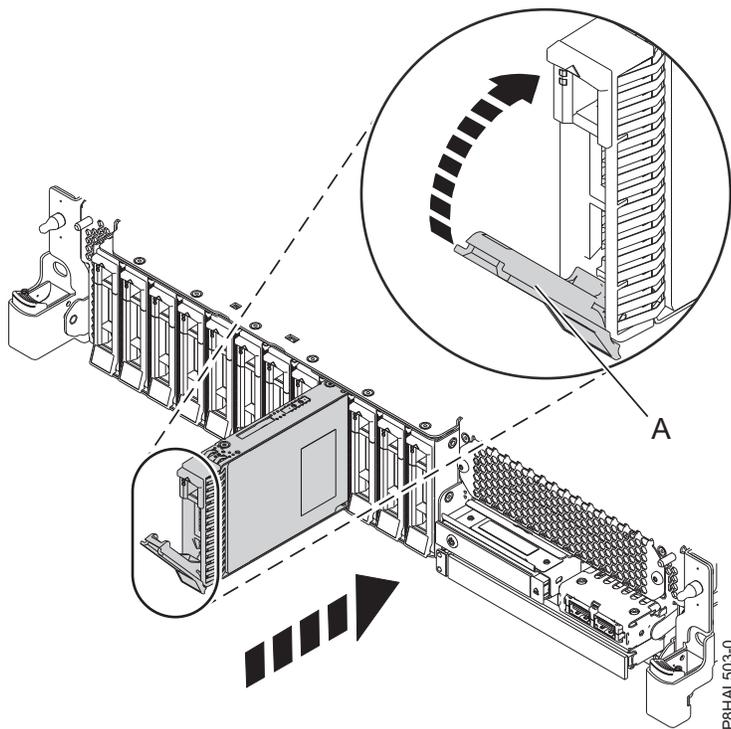
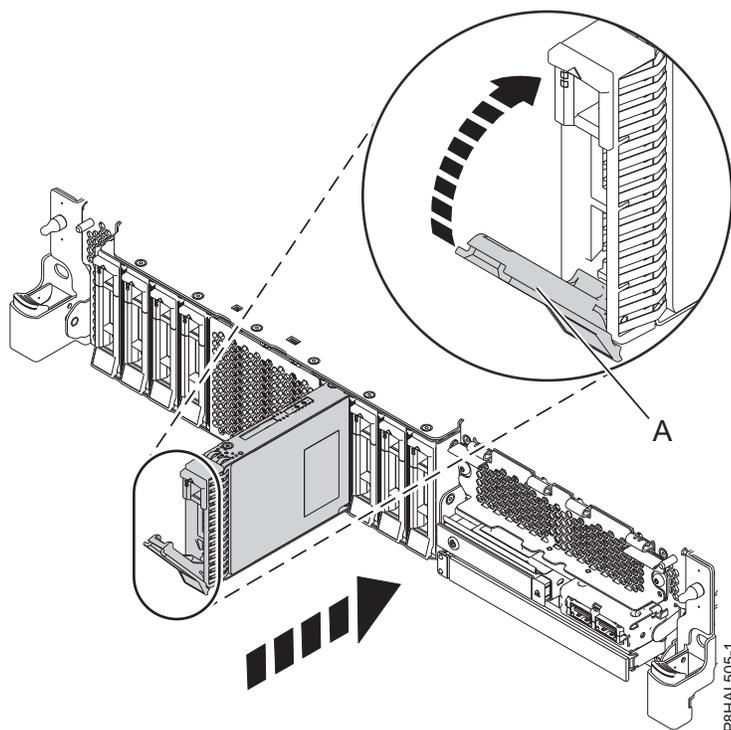

Figura 44. Sustitución de una unidad de disco en un sistema de función base
Figura 45. Sustitución de una unidad de disco en un sistema de función ampliada
3. Desbloquee el asa de la bahía de unidad (A) ejerciendo presión y tirando de ella hacia usted. Si el asa no está extendida del todo, la unidad no entra en el sistema. Consulte la Figura 44 en la página 48 y la Figura 45 en la página 48.
5. Deslice la unidad hasta el fondo del sistema y empuje el asa de la bahía de unidad (A) hasta que quede encajada, como se muestra en la Figura 44 en la página 48 y la Figura 45 en la página 48.